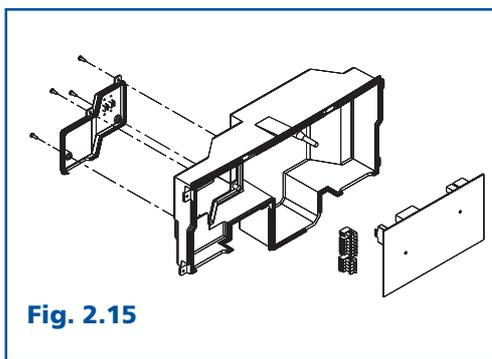

Fig. 2.15
2.10 Alimentatore caldaia (Fig. 2.15)